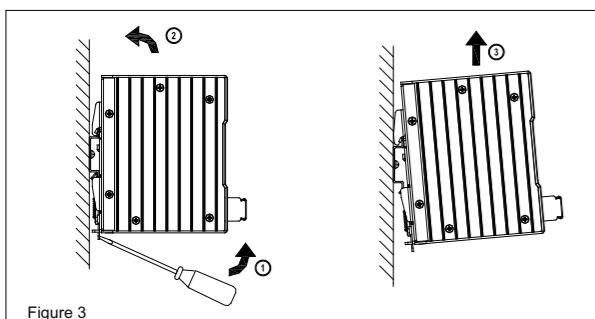

Figure 3
4. Demontage (Abb. 3)
Ziehen Sie zur Demontage den Einrasthebel mit einem Schraubendreher nach unten, wie in Abb. 3 dargestellt. Kippen Sie das Netzteil in die entgegengesetzte Richtung nach oben, klicken Sie den Einrasthebel aus und nehmen Sie das Netzteil nach oben von der DIN-Schiene ab.
4. Dismounting (Fig. 3)
To uninstall, pull or slide down the latch as shown in Fig. 3. Then, slide the PSU in the opposite direction, release the latch and pull out the PSU from the rail.